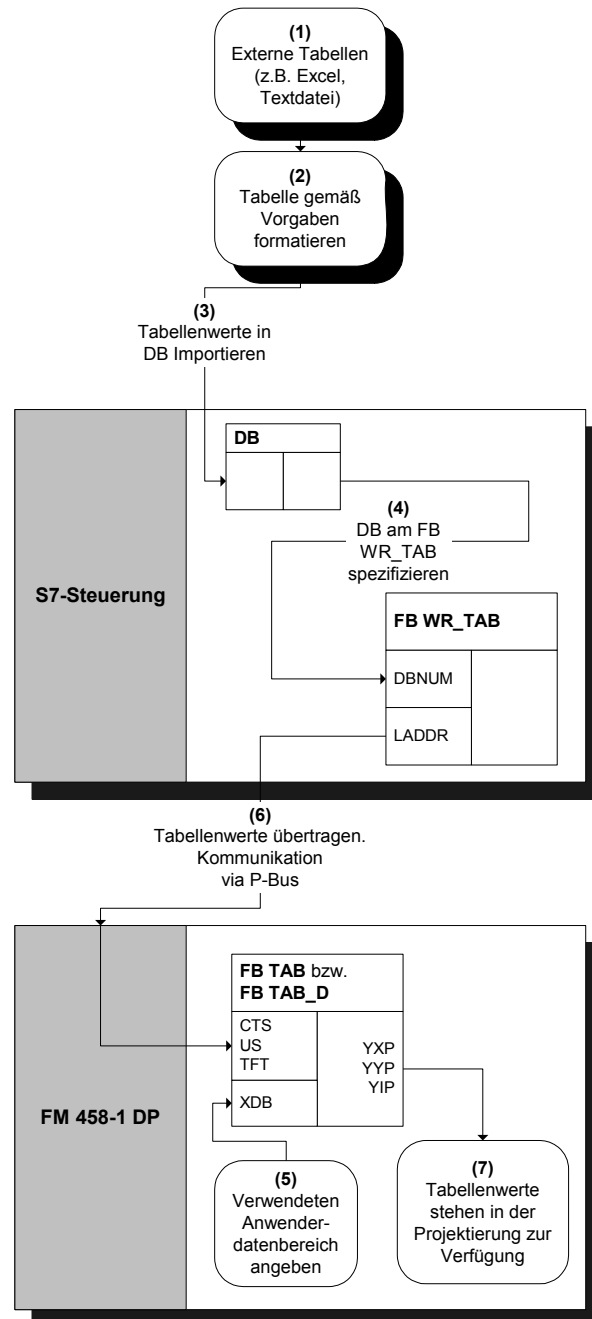

Bild 4-31 Prinzipielle Vorgehensweise beim "Automatikbetrieb: Kommunikation" (via P-Bus)
- **Automatikbetrieb: Kommunikation,** , d.h. die Tabellenwerte werden über eine Kommunikationsschnittstelle (TCP/IP, DUST1, S7 über P-Bus) übertragen. Um Tabellenwerte von einer S7-Steuerung über den P-Bus an eine SIMATIC FM 458-1 DP Applikationsbaugruppe zu übertragen, ist zusätzlich der Funktionsbaustein WR_TAB auf S7-Steuerungsseite zu projizieren. (Vgl. Bild 4-31)